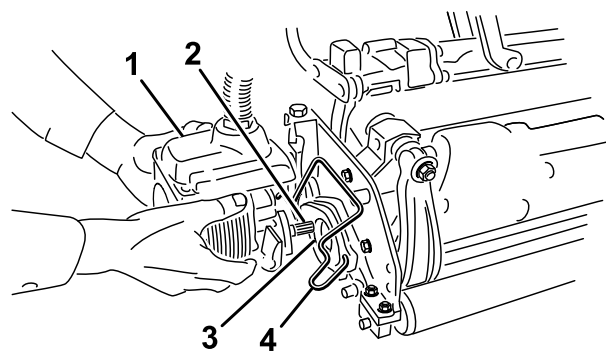

Рисунок 35
- Нанесите на шлицевый вал электродвигателя режущего блока чистую консистентную смазку (Рисунок 35).
- Вставьте электродвигатель в левую сторону режущего блока (если смотреть со стороны оператора) и вытягивайте фиксатор электродвигателя на режущем блоке в сторону электродвигателя до тех пор, пока не послышится щелчок с обеих сторон электродвигателя. (Рисунок 35).